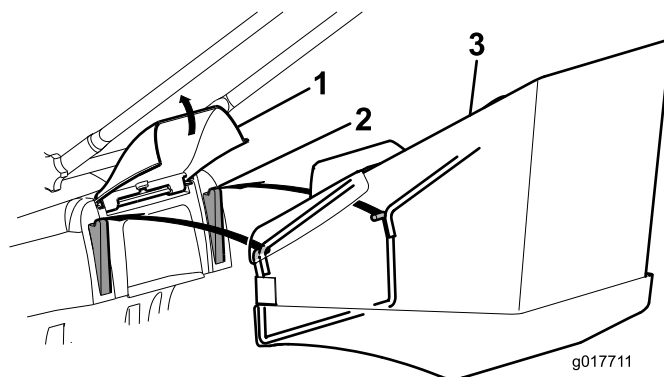
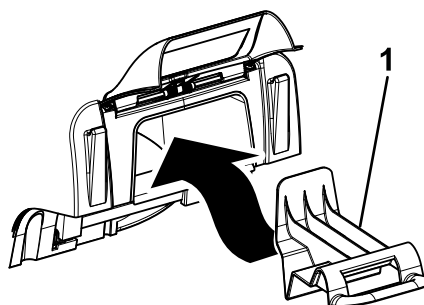

Figura 14
Figura 15
1. Levante la tapa trasera, retire el tapón de mulching (Figura 15) e instale el recogedor sobre las orejetas (Figura 14).
Nota: Para pasar de ensacado a reciclado, retire el recogedor, vuelva a colocar el tapón de mulching que retiró en el Paso 1 y cierre la tapa trasera (Figura 15).